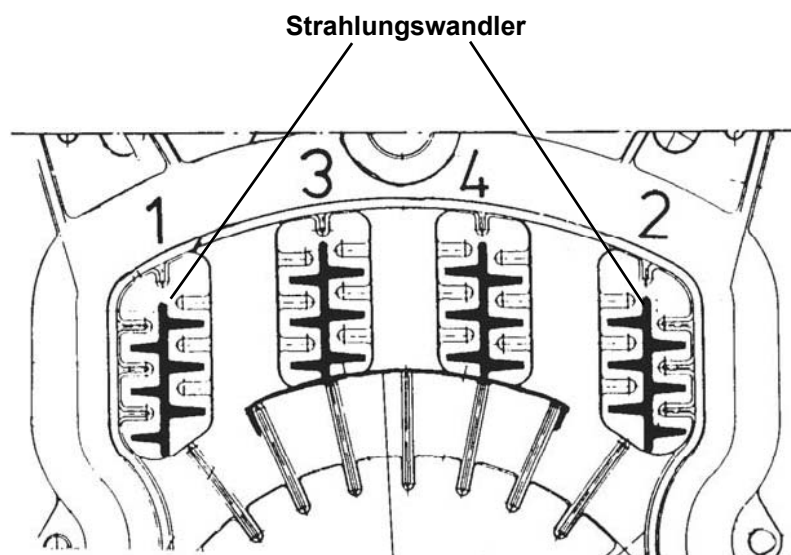

Abb. 5
9. Nach erfolgter Reinigung sind alle Inspektions- und Reinigungsöffnungen wieder zu schließen und die Strahlungswandler wieder einzusetzen. Die Strahlungswandler tragen Nummern und diese müssen beim Einbau nach vorn zeigen (Abb.5).